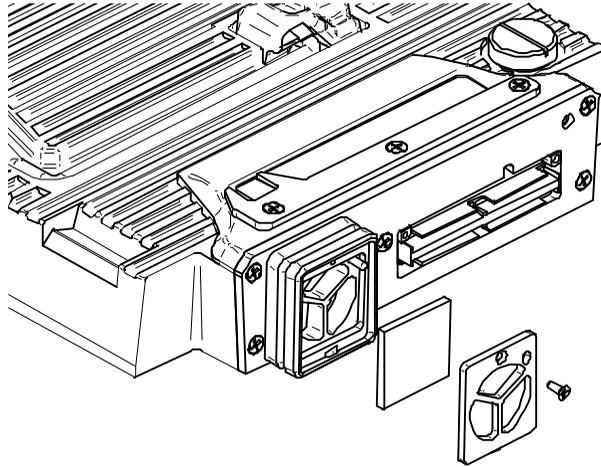

Figure B-3 La grille et le filtre du modèle OMNI-M-PA32*mm*
1. Sur la grille du ventilateur, retirez la vis qui fixe la grille au module (voir la Figure B-3 à la page 144).